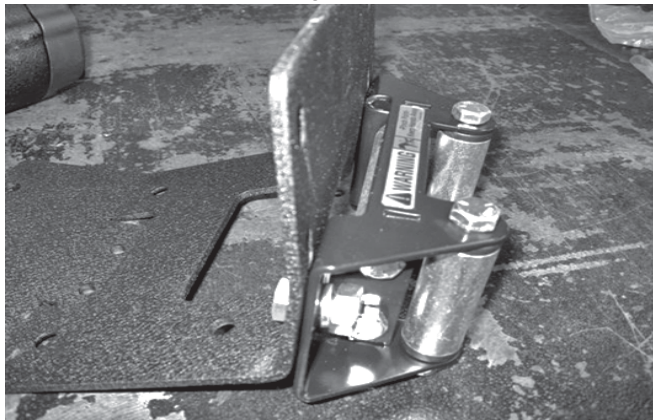

Figure 7
- Fixer le support de montage du treuil et le treuil à la barre d'appui à l'aide de deux boulons à tête hexagonale M8-1,25 x 20 mm, de rondelles plates et d'écrous hexagonaux de blocage M8-1,25 dans les deux trous de montage arrière. Dans les trous de montage avant, placer deux vis à tête hexagonale M6-1,0 x 18 mm, des rondelles plates et des écrous hexagonaux de blocage M6-1,0. (Figure 7)